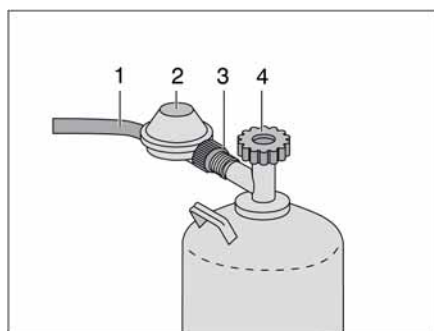

Fig. 206 Raccord bouteille de gaz
- Fermer le robinet principal (Fig. 206,4) de la bouteille de gaz. Observer le sens de la flèche.
- Maintenir le régulateur de pression de gaz (Fig. 206,2) et ouvrir l'écrou moleté (Fig. 206,3) (filetage à gauche).
- Retirer le régulateur de pression du gaz avec la lyre (Fig. 206,1) de la bouteille de gaz.
- Placer le régulateur du gaz (Fig. 206,2) avec le flexible de gaz (Fig. 206,1) sur la bouteille de gaz et serrer à fond l'écrou moleté (Fig. 206,3) (filetage à gauche).